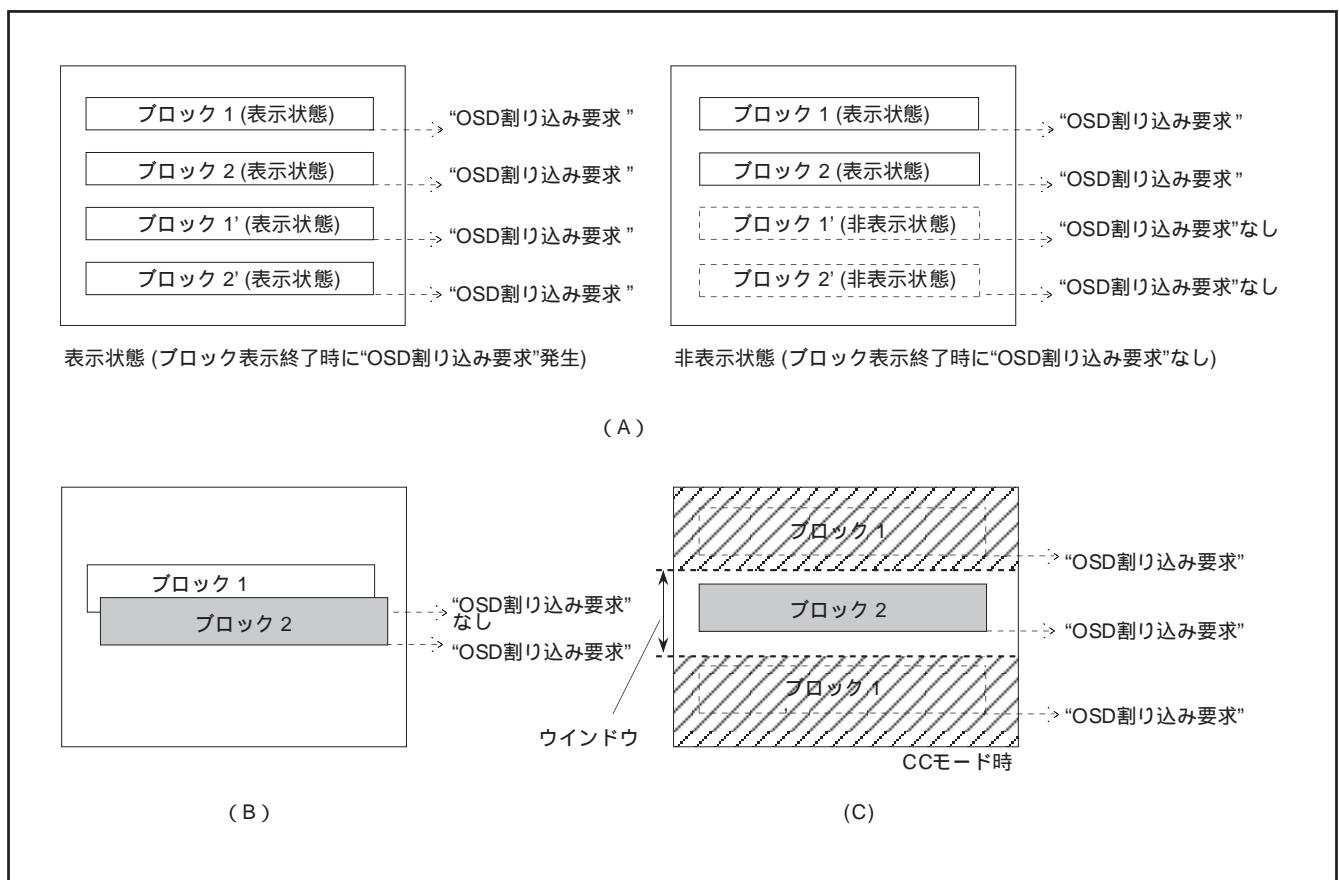

図8.11.24 OSD 割り込み発生時の注意点
- 注1. ブロック表示終了時に発生する“OSD 割り込み要求”は、ブロックを表示していない場合は発生しません。つまり、ブロックコントロールレジスタi(00D216, 00D316番地)の表示制御ビットの設定によってブロックの表示がオフ(非表示)状態であれば、“OSD 割り込み要求”は発生しません(図8.11.24のA参照)。
2. 1つのブロック表示中に他のブロックの表示開始位置がきた場合は、割り込み要求は途中から表示したブロックの表示終了時に1回だけ発生します(図8.11.24のB参照)。
3. ウィンドウを設定した画面で、ウィンドウ外にあるCCモードブロック(表示OFF)が表示終了した時点でも“OSD 割り込み要求”は発生します(図8.11.24のC参照)。